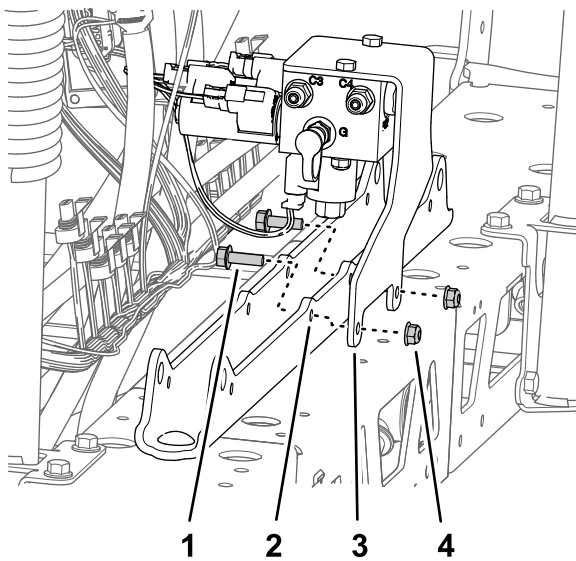

Figura 96
- A. Alinhe os orifícios no suporte para o coletor de elevação da secção com os orifícios na montagem do cilindro (Figura 96).
- B. Monte o suporte na montagem do cilindro (Figura 96) com os dois parafusos de cabeça flangeada (5/16 pol. x 1 pol.) e a porca de bloqueio flangeada (5/16 pol.) que retirou no passo 1 de Retirção do coletor de elevação da secção da secção de pulverização central (página 25).